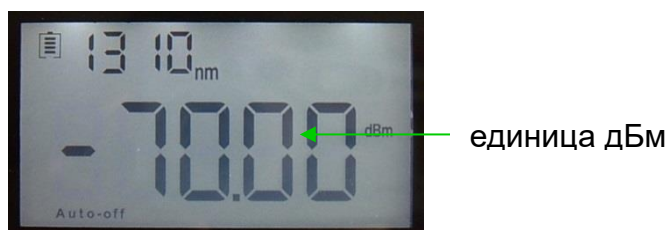

Рисунок 5-4
(1) λ : Последовательное переключение на внутреннюю проверяемую длину волны измерительного прибора
(2) UNITS **LASER**: изменение между дБм, дБ, XW по очереди (рисунок 5-4)